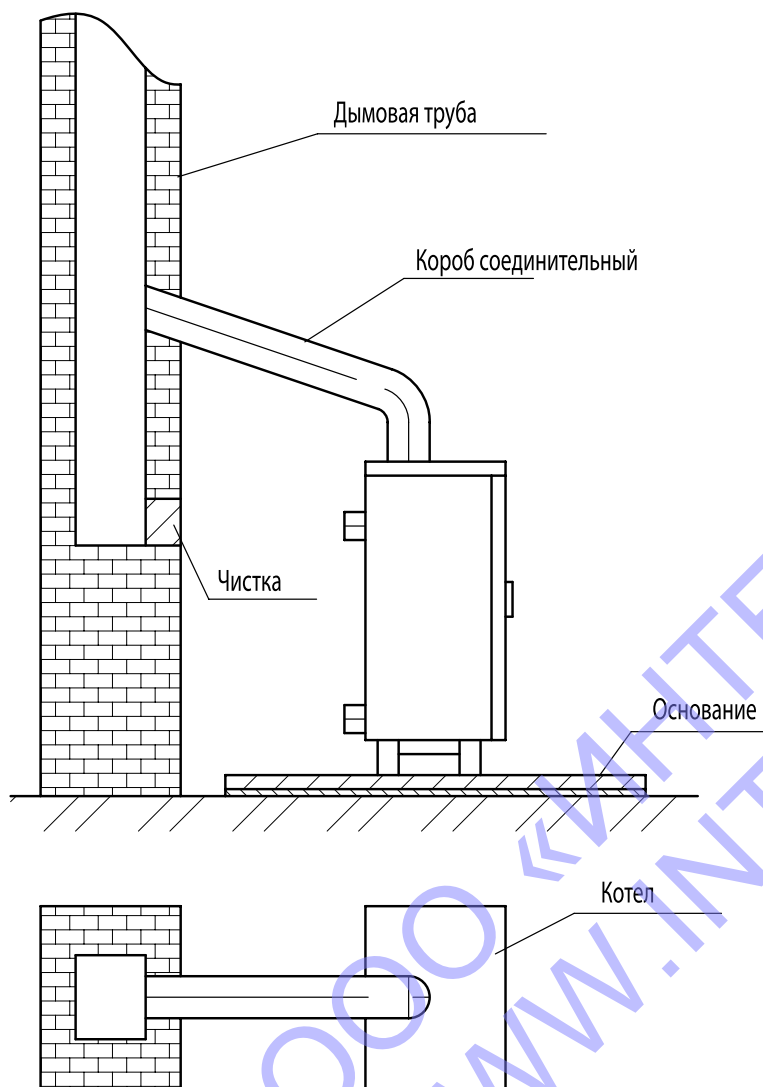

Рис. 7-1
- 7.1. Котел устанавливается в нежилом помещении, удовлетворяющем требованиям «Правил безопасности в газовом хозяйстве» и обеспечивающем достаточный приток воздуха (рис.7.1).